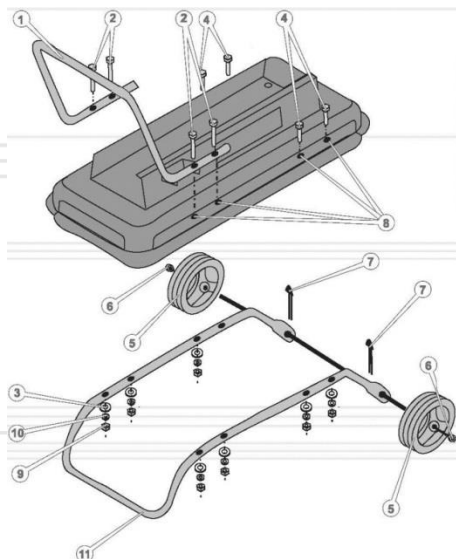

Рисунок 2. Схема підготовки виробу до роботи
- 5.2.1 Складання виробу (див. рис.2):
Специфікація до рис. 2: